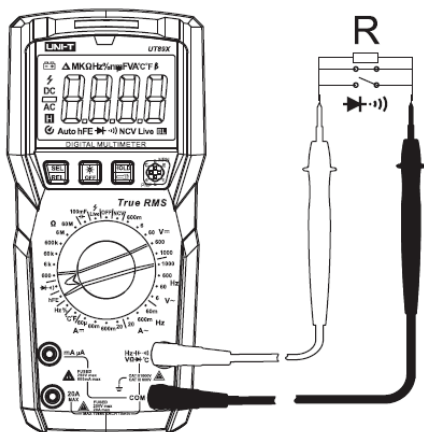

Рисунок 6
9.4 Измерение проводимости и диодов (Рисунок 6)